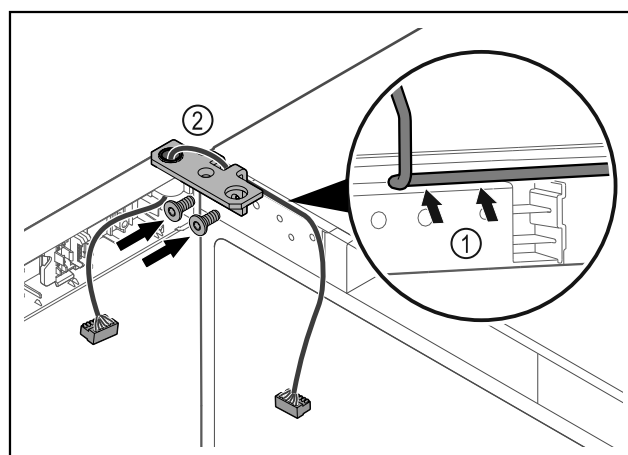

Fig. 46
- Ved'te kabel skrz vybraný úhelník závěsu a opatrně jej položte Fig. 46 (1).
- Našroubujte úhelník závěsu Fig. 46 (2).